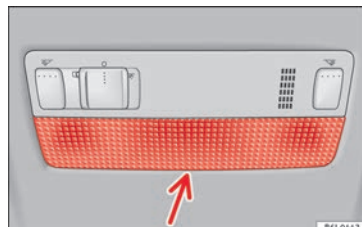

Abb. 109 Leseleuchte vorne.
- Das flache Ende eines dünnen Schraubendrehers zwischen Gehäuse und Glas einführen » Abb. 109.